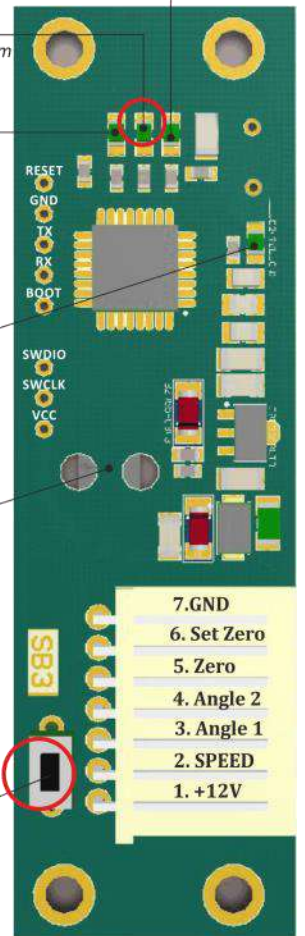

Рис. 16 – Плата магнитного датчика PCB 730.01
1. На плате магнитного датчика (Рис.16) нажать и удерживать кнопку установки нулевого положения (необходимо следить, чтобы усилие нажатия на кнопку не прогибало плату);
4. После отпускания кнопки на плате магнитного датчика должен загореться светодиод индикации нулевого положения (Рис.16);